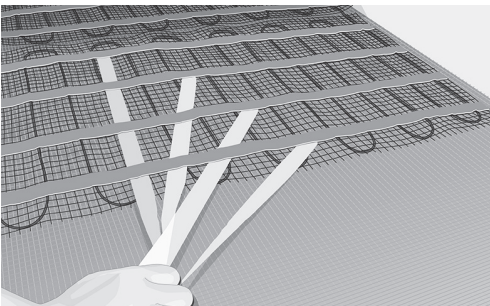

Рис. 8. Удаление защитного покрытия с ленты и фиксация прогонов мата
12. После того, как маты будут расположены в соответствии с вашим чертежом, хорошо покрывая поверхность пола, закрепите маты на полу, удалив защитное покрытие с двухсторонней ленты и слегка прижав ленту. Выполняйте процедуру до тех пор, пока весь мат не будет зафиксирован (рис. 8).